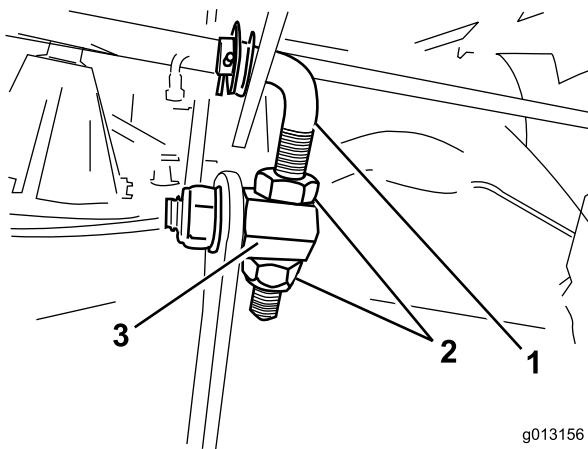
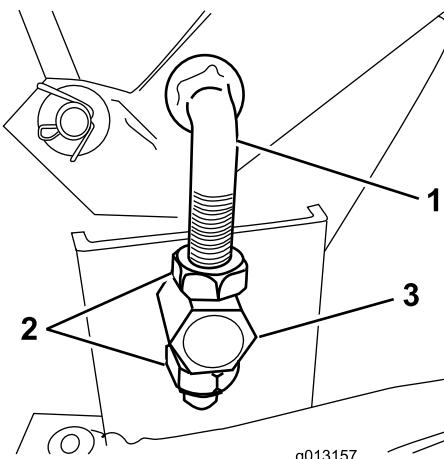

Figura 44
Figura 45
- Desaperte as porcas nas ligações ajustáveis dianteira e traseira (que se encontram no lado direito do cortador) para que as ligações fiquem em movimentação livre nos eixos (Figura 44 e Figura 45).